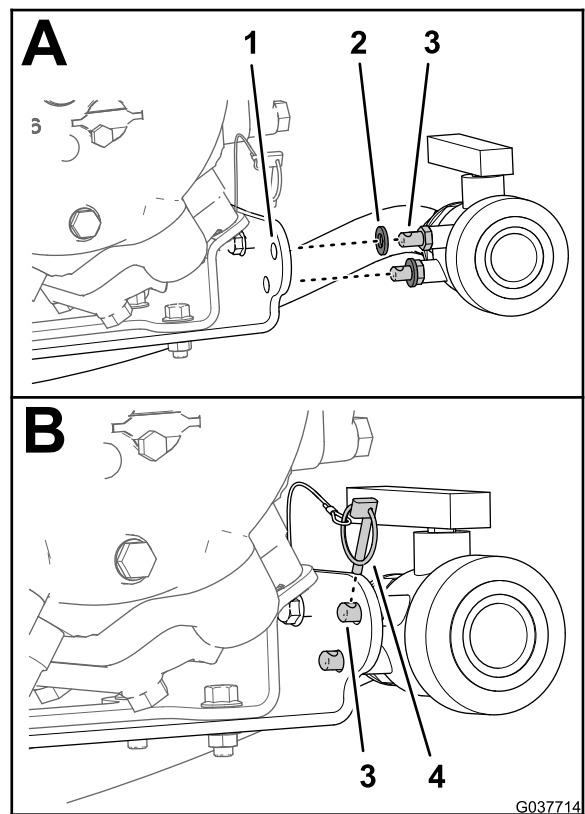

Figura 82
3. Allineate i 2 perni di montaggio attraverso i 2 fori di 11 mm (7/16 poll.) nella staffa della pompa dell'irroratrice (Figura 82).
4. Fissate la valvola di spurgo alla staffa della pompa con l'acciarino (Figura 82).
2. Assicuratevi che le 2 rondelle in gomma siano montate sui 2 perni di montaggio della valvola di spurgo (Figura 82).